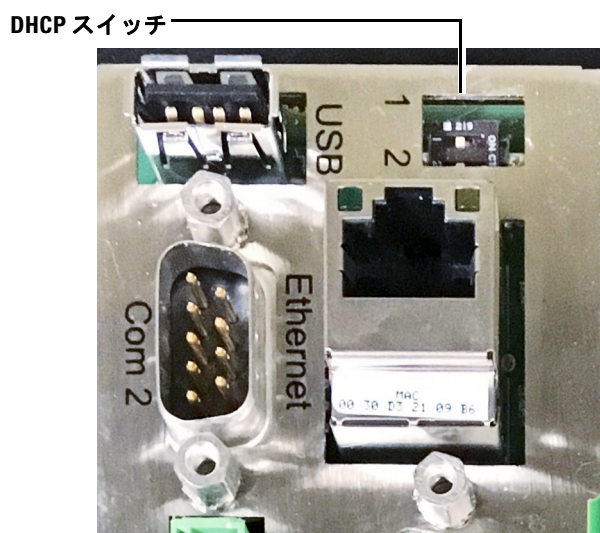

図 7 DHCP スイッチ
- 以下の手順を実行するには、Micro GC を固定 IP アドレスモードにする必要があります。このモードにするには、DHCP スイッチ（メインボードで **1** 表記）を必ず左側にしてください。DHCP スイッチは、メインボードの背面にあります。（図 7 を参照）